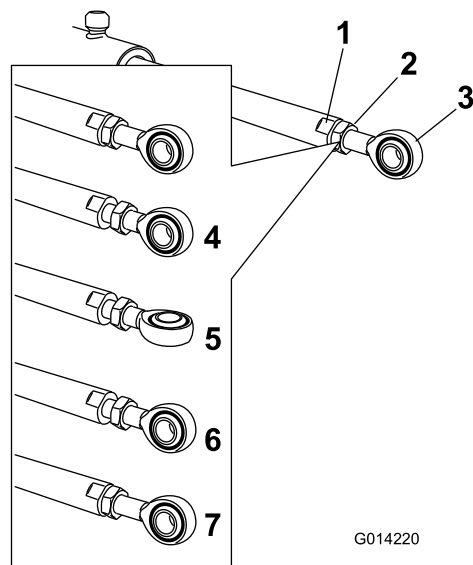

Figura 35
5. Utilize uma chave nos lados planos do acionador para imobilizar e, em seguida, desaperte porca para permitir que a barra do olhal seja manipulada (Figura 35).
6. Rode a barra do olhal na barra do olhal para diminuir ou aumentar o acionador estendido para a posição desejada (Figura 35).